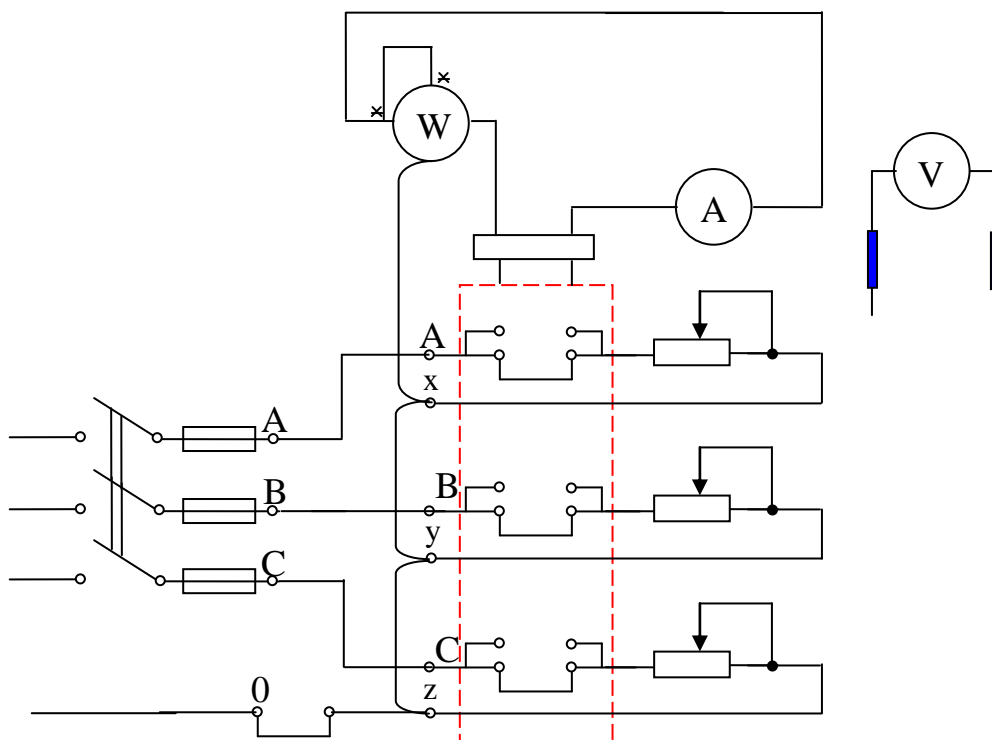

Рис.6
1) Собрать схему (Рис.6)
а) Равномерная нагрузка (Рис.6)
в) обрыв нулевого провода при неравномерной нагрузке (Рис.6)